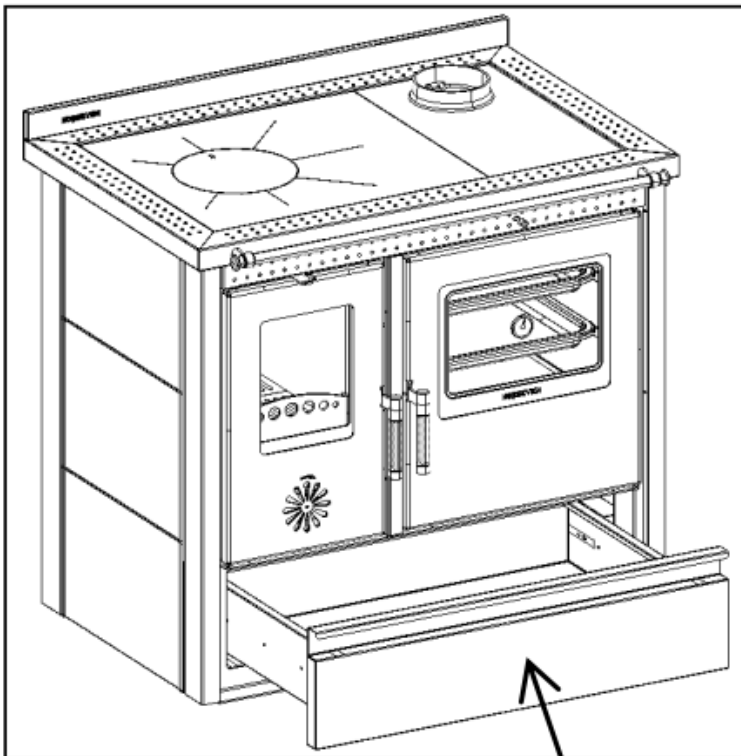

FIGURE-3
7. Nemli odunlarınızı, 12 kg ağırlığı geçmeyecek şekilde, yanış gücüne bağlı olarak 2 ila 4 saat arası periyodlarla odunluk çekmecesinde (4) kurutabilirsiniz. (Figure-3)